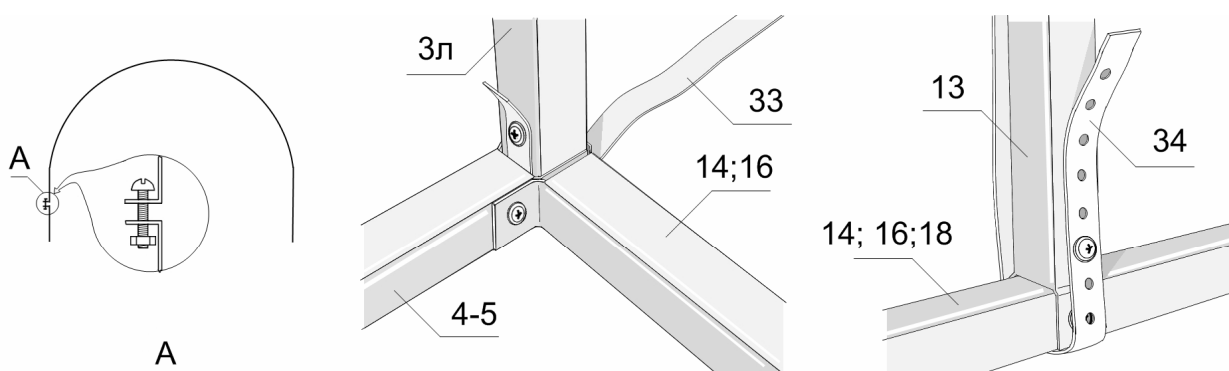

Рис. 16
- 4.1. На удлинениях арки №3 и №13 с внутренней стороны теплицы закрепите саморезами прижимные ленты № 33 (рис. 16).
- 4.3. Положите лист поликарбоната сверху двухметровой торцевой секции тоннеля теплицы с напуском (примерно 5см) над торцом. Сверху листа, вдоль арок переместите прижимную ленту №33 на противоположную сторону теплицы. К прижимной ленте № 33 присоедините винтом м4х35 ленту короткую № 34. Гайку м4 до конца не затягивайте, оставьте место для дальнейшей подтяжки прижимной ленты после фиксации верхнего покрытия (рис. 16-А). Прижимая покрытие к каркасу тоннеля теплицы, расположив ленту по средней части листа вдоль арки, в натянутом состоянии закрепите ленту короткую №34, обернув вокруг нижнего стрингера. Проверьте правильность расположения покрытия, параллельность торцов поликарбоната относительно нижнего стрингера №14; 16; 18 и равномерного напуска листа над торцом теплицы.